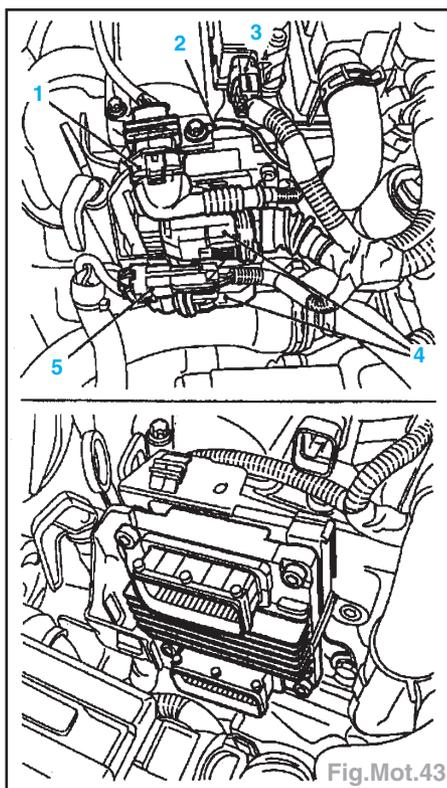

Fig.Mot.43
- Débrancher la fiche (Fig.Mot.43) :
- sonde Lambda (1),
- module d'allumage (3),
- calculateur (4),
- fiche combinée (5),
- débrancher le câble de masse (2), retirer les 4 vis et déposer le calculateur.